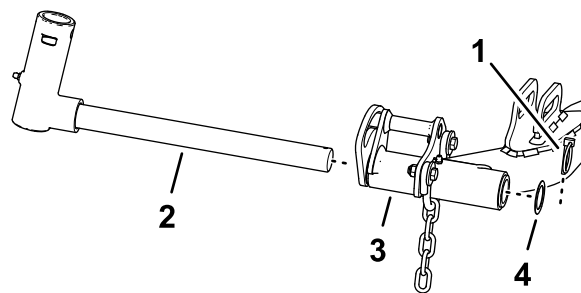

Рисунок 26
- Снимите шплинт с кольцом и шайбу крепления оси поворота подъемного рычага к подъемному рычагу и сдвиньте ось поворота с подъемного рычага (Рисунок 26).